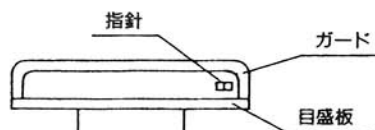

図2
- 折損事故、または本器の損傷を避けるために、締付荷重は、指針がガードに触れる手前で中止して下さい。(図2)